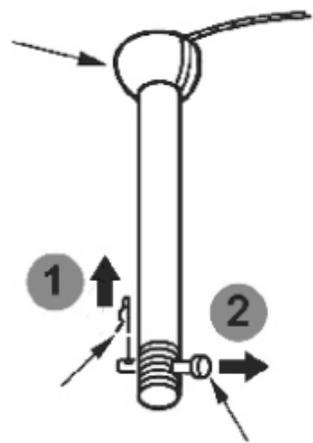

Fig.7
Paso 1: Retire el pasador de horquilla y el pasador de enganche del conjunto de la barra colgante. (Fig. 7)